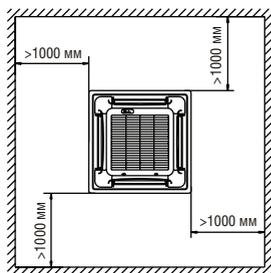

Рис. 10
- Вокруг кондиционера должно быть достаточно свободного пространства для монтажа и технического обслуживания (Рис.10).